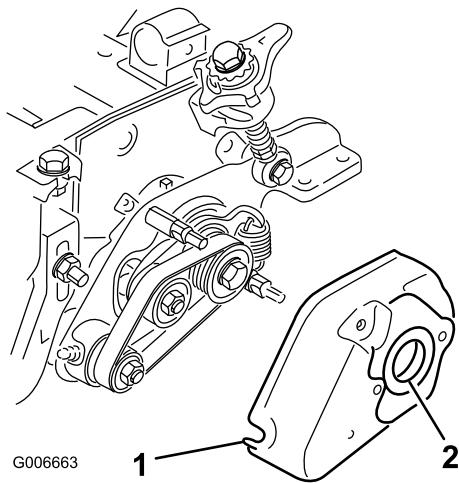

**Figure 28**
31. Retirez les (2) écrous à embase de 5/16 pouce qui fixent le contrepoids au couvercle du groomer et retirez le contrepoids (Figure 28).
32. Retirez la rondelle pleine du couvercle et remplacez-la par la rondelle en caoutchouc (Figure 28).
33. Retirez les (2) vis de 5/16 x 1-1/4 vissées dans le couvercle (Figure 28).
34. Retirez la vis de fixation du trou central dans le couvercle du groomer (Figure 28). Placez cette vis et celle fournie avec le kit dans les trous occupés précédemment par les vis de montage du couvercle. Appliquez du Loctite sur les vis avant le montage. Assurez-vous que les vis sont de niveau avec le couvercle.